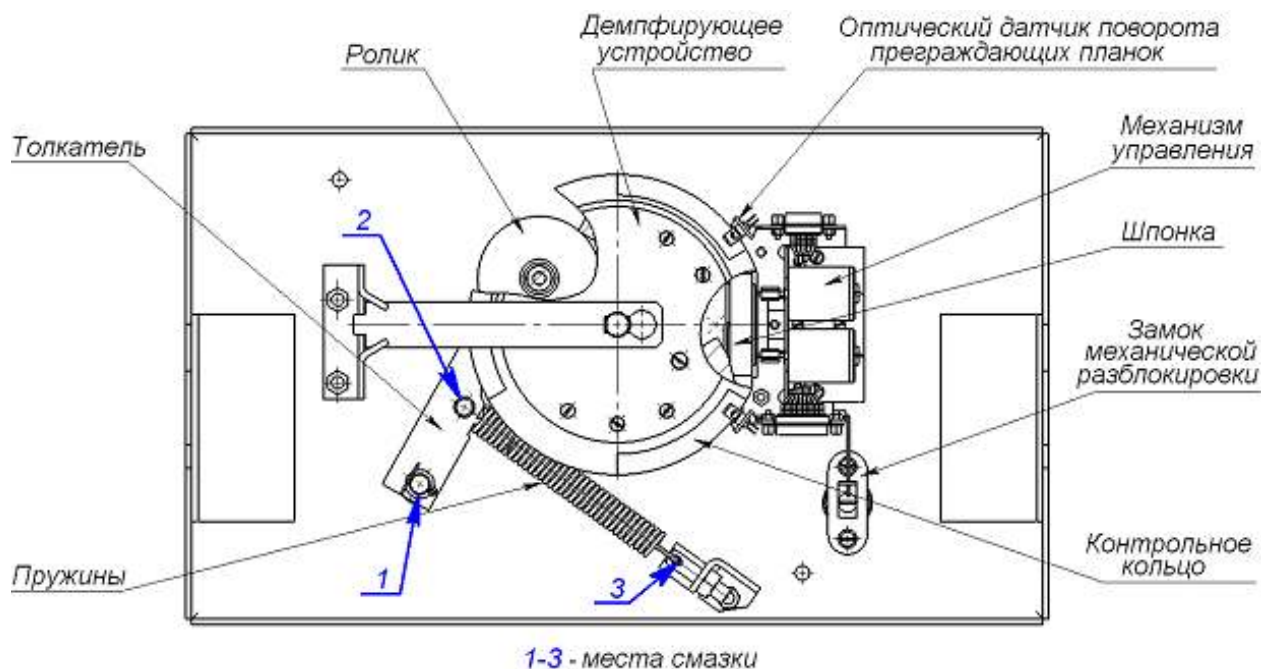

Рисунок 15. Расположение внутренних деталей и узлов механизма турникета
2. Снимите крышку (3) в порядке, указанном в разд. 6 «Маркировка и упаковка», положите ее на ровную устойчивую поверхность;
3. Осмотрите устройство доворота (толкатель, пружины и ролик), оптические датчики поворота преграждающих планок и демпфирующее устройство (см. рис. 15).
5. Выполните смазку узлов трения механизма турникета смазкой ШРУС-4. Не допускайте попадания смазки на поверхность кольца контрольного и на ролик. Смазка производите в следующих точках (см. рис. 15):
- механизмы секретности замка механической разблокировки (7) и замка крышки (4) со стороны замочной скважины.
7. Проверьте крепление преграждающих планок (5), для этого:
- отверните отверткой винт М4×25 крепления крышки (6) и снимите крышку;
9. Установите на место крышку (3) (см. разд. 6); установка крышки не требует применения больших физических усилий, замок крышки запирается нажатием на механизм секретности без поворота ключа.